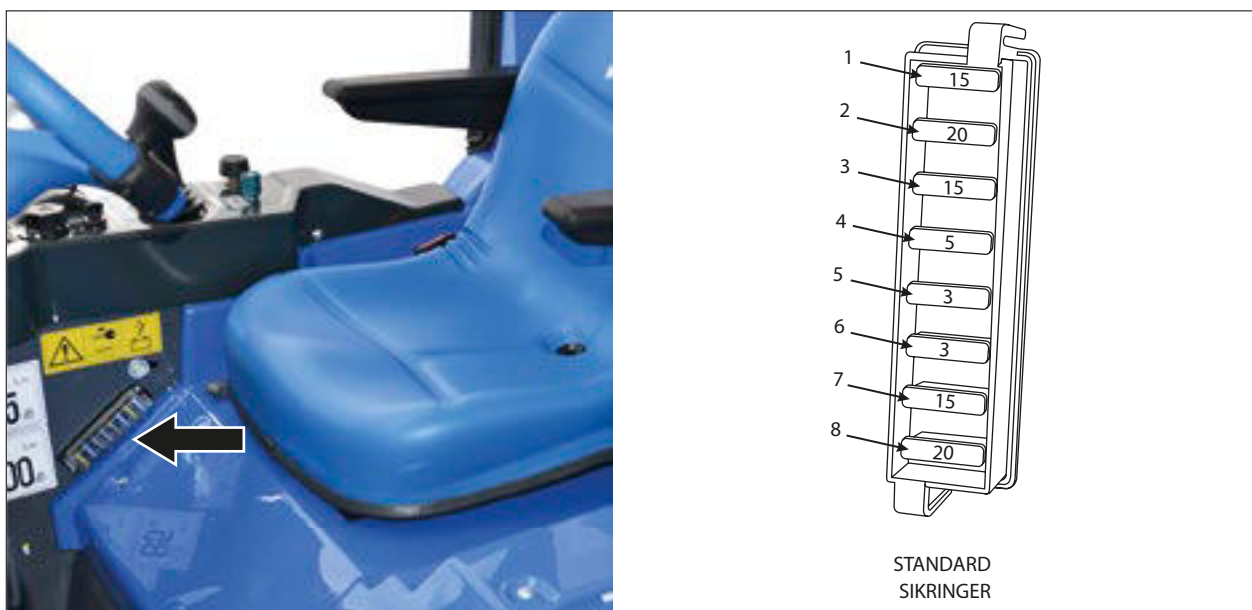

FIG. 36
- 1) Fjern dækslet på højre side af maskinen (Se FIG. 36).